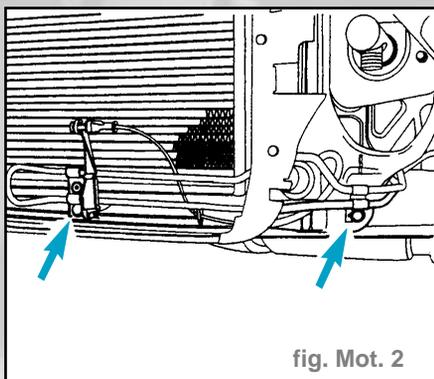

fig. Mot. 2
- Dévisser le serpentin de refroidissement de l'huile hydraulique de direction assistée et le dégager ; ne pas ouvrir le circuit d'huile hydraulique (fig. Mot. 2).